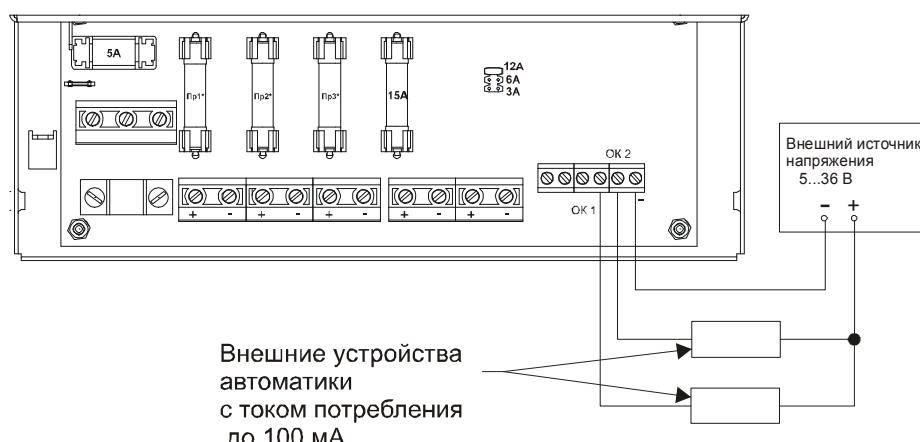
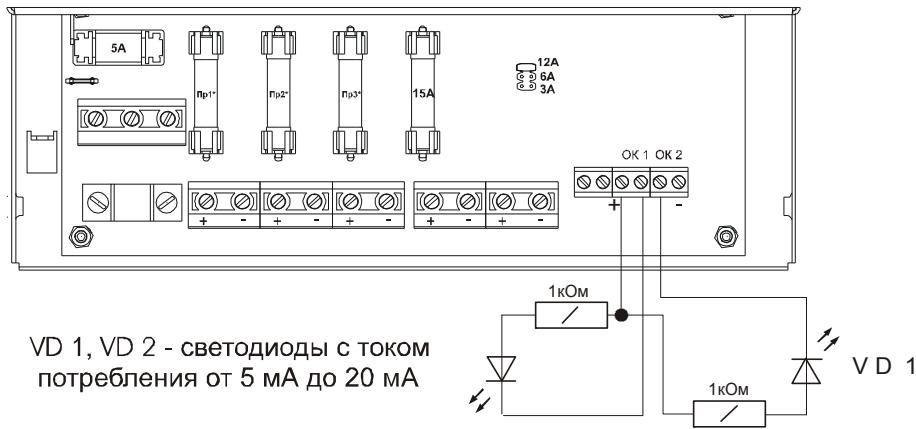

Рис. 5
Рис. 6
- Подключите, при необходимости, внешние устройства автоматики рис. 5 (или внешние цепи индикации рис. 6) к выходам типа открытый коллектор «Выход ОК 1» и «Выход ОК 2».